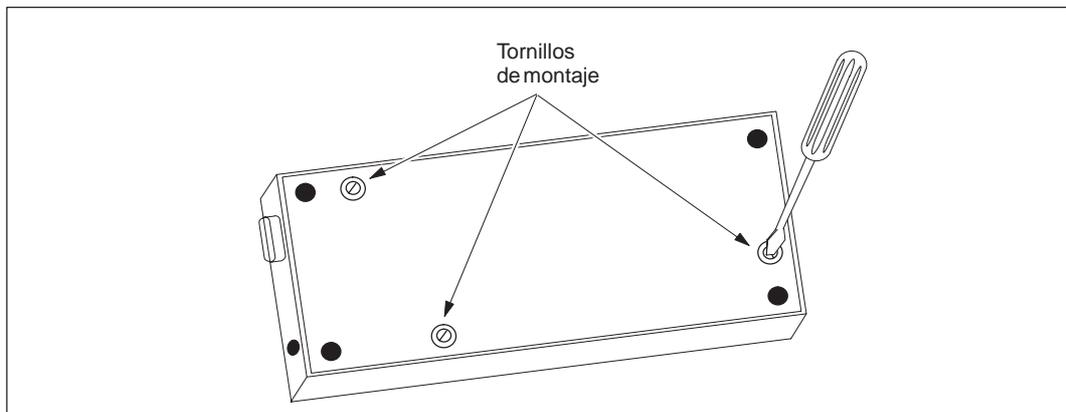

Figura 1-3 Retirar los tres tornillos de montaje
1. Retire los tres tornillos de la parte posterior del TD 200 con un destornillador de cabeza plana (v. figura 1-3).